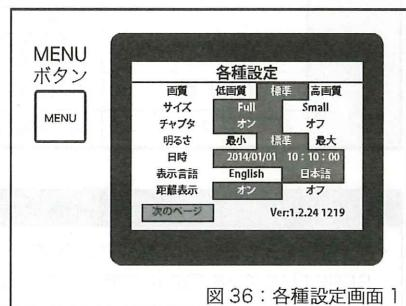

図 36：各種設定画面 1
● 各種設定画面を表示する (図 36)
- MENU ボタンを押すと図 36 の各種設定画面が表示されます。変更、設定したい機能を↑、↓にて選択し「再生/決定」ボタンを押すとカーソルが右へ異動し、設定を選択できるようになります。設定したいモードを選び、「再生/決定」ボタンを押すと設定が変更され、カーソルが左に移動します。
- カーソルを「前のページ」に移動し「再生/決定」ボタンを押すと、各種設定画面1(図36)に戻ります。